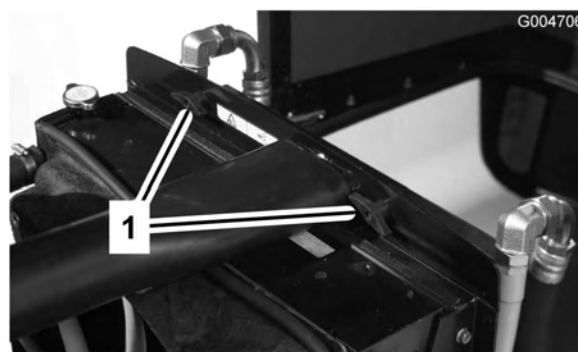

Figura 61
2. Retire os botões (Figura 61) que fixam o dispositivo de arrefecimento de óleo à estrutura.